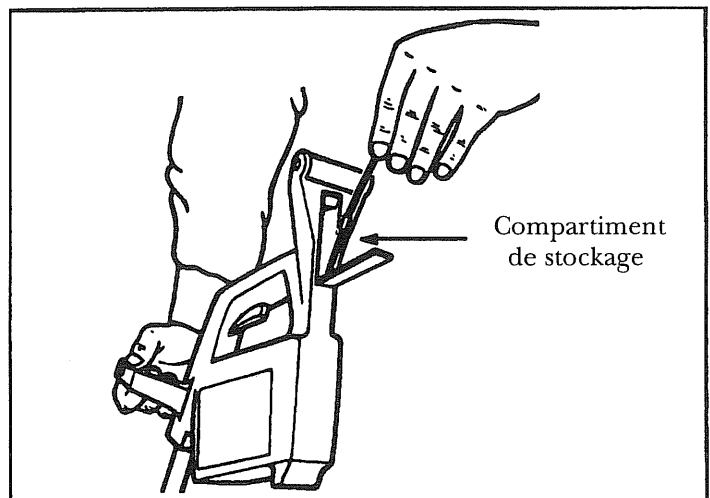

Figure 5
7. Garder la réserve de recharges de fil de coupe dans le compartiment prévu à l'arrière de l'appareil. Fig. 5.